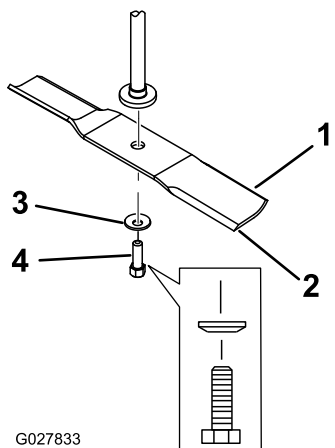

Figura 64
2. Retire a cavilha da lâmina, a anilha curva, e a lâmina do eixo (Figura 64).
- Instale lâmina no eixo (Figura 64).
- Instale a anilha curva (lado oval virado para a lâmina) e o parafuso da lâmina (Figura 64).